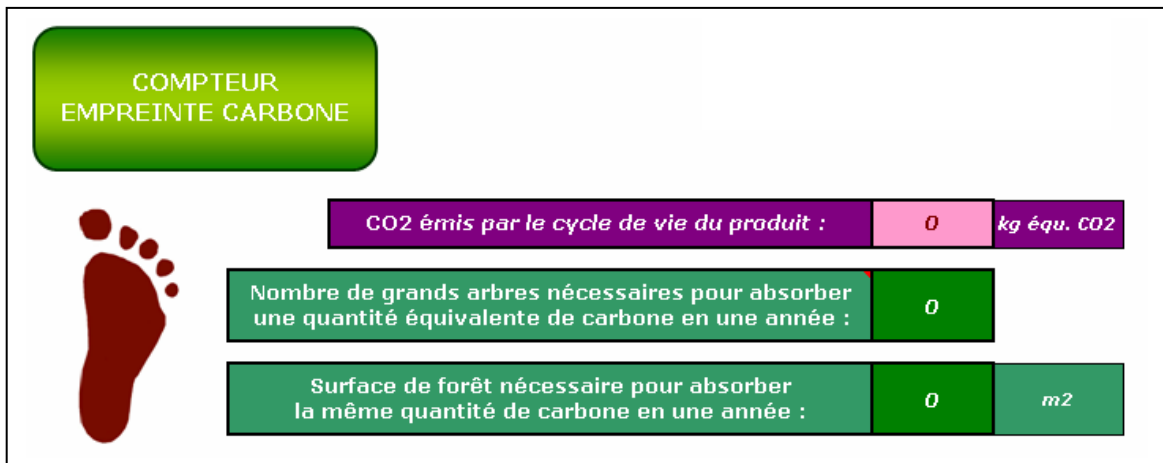

Fig.4
- Un compteur Empreinte Carbone (**Fig.4**) permettant de faire une analogie entre les valeurs calculées et la même quantité de CO2 que devrait absorber un grand arbre sur une année ou par une superficie de forêt équivalente (en m2).